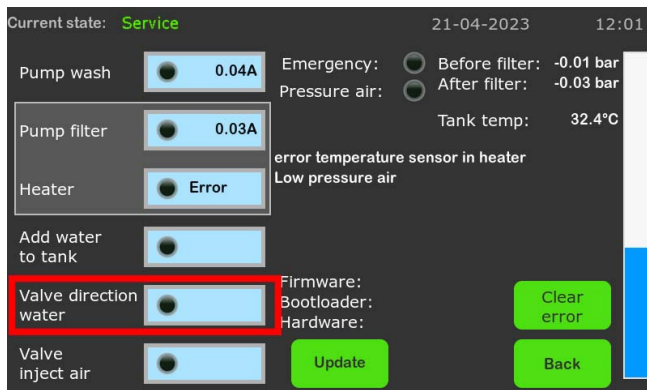

Рисунок 40
3. У меню **"Service"** кілька разів натисніть на кнопку **"Valve direction water"** див. рис. 40 і при цьому оцініть, як переміщається прапорець на клапанах VMR 25 див. рис. 41. У клапана, що нормально працює, прапорець переміщується рівномірно і завжди повертається у вихідне положення. Якщо є відхилення в переміщенні прапорця (найчастіше це зависання в середньому положенні), то потрібне його промивання.